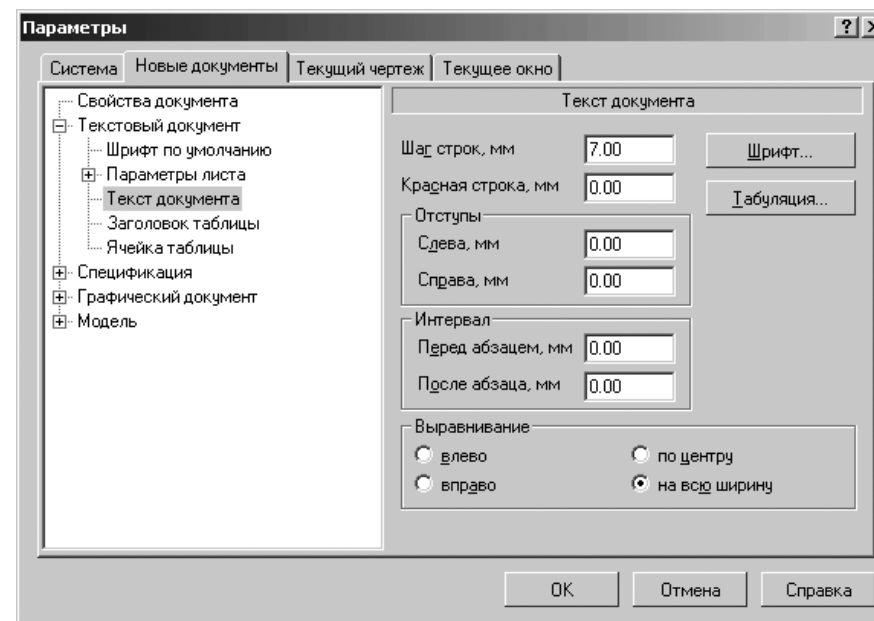

Рис. 10.13. Диалоговое окно **Параметры** с открытой вкладкой **Новые документы** и панелью **Текст документа**
- щелкните в дереве документов по значку **+**, стоящему перед пунктом **Текстовый документ**, если этот пункт не раскрыт, а затем по пункту **Текст документа**. В правой части появится панель **Текст документа**, показанная на рис. 10.13.